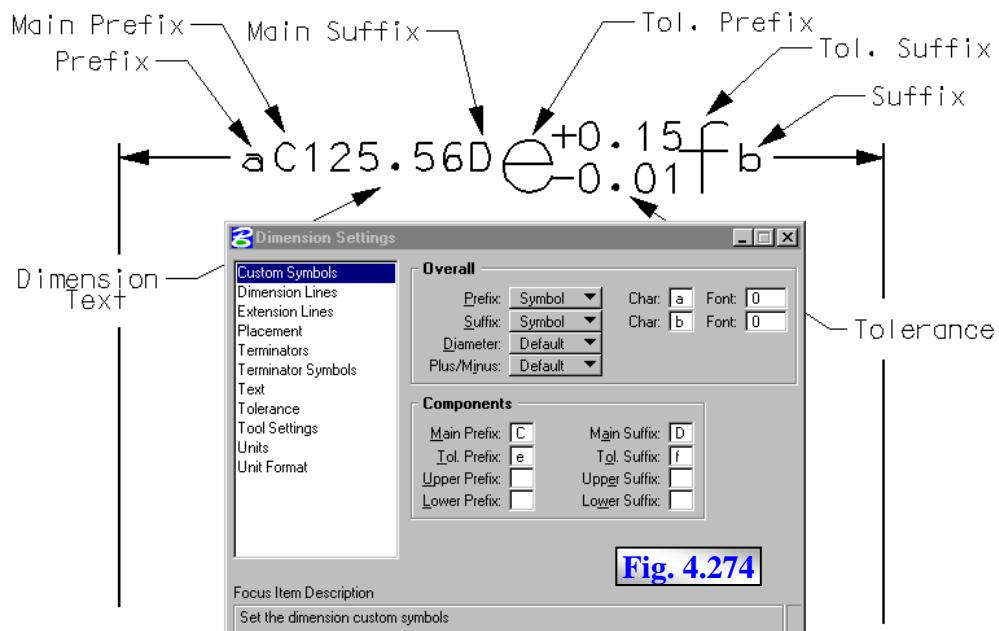

Fig. 4.274
- Prefix** – dispune de trei opțiuni: **None** – care permite eliminarea unui simbol ca și prefix, **Symbol** – care permite specificarea unui caracter ca și prefix, caracter care este precizat în câmpul asociat **Char** cu fontul specificat numeric în câmpul **Font**, fig. 4.274, sau **Cell** – al cărui nume trebuie precizat în câmpul **Name**;
precizat în câmpul asociat **Char** cu fontul specificat numeric în câmpul **Font**, fig. 4.274, sau **Cell** – al cărui nume trebuie precizat în câmpul **Name**;
- = **Main Prefix** - permite specificarea unui caracter plasat ca prefix, fig. 4.274;
- = **Main Suffix** - permite specificarea unui caracter plasat ca suffix, fig. 4.274;
- = **Tolerance Prefix** - permite specificarea unui caracter plasat ca prefix înaintea componentei **Tolerance**, fig. 4.274;
- = **Tolerance Suffix** - permite specificarea unui caracter plasat ca sufix după componenta **Tolerance**, fig. 4.274;